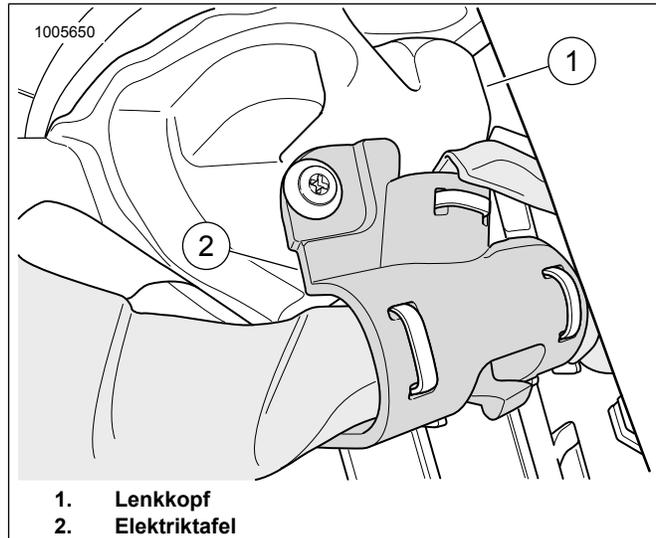

Abbildung 8. Lenkkopf
9. Siehe Abbildung 8. Das Ende des 48-in-Kabelbaums zum Lenkkopf (1) führen. Zum Befestigen des Kabelbaums eine Elektriktafel (2) verwenden.